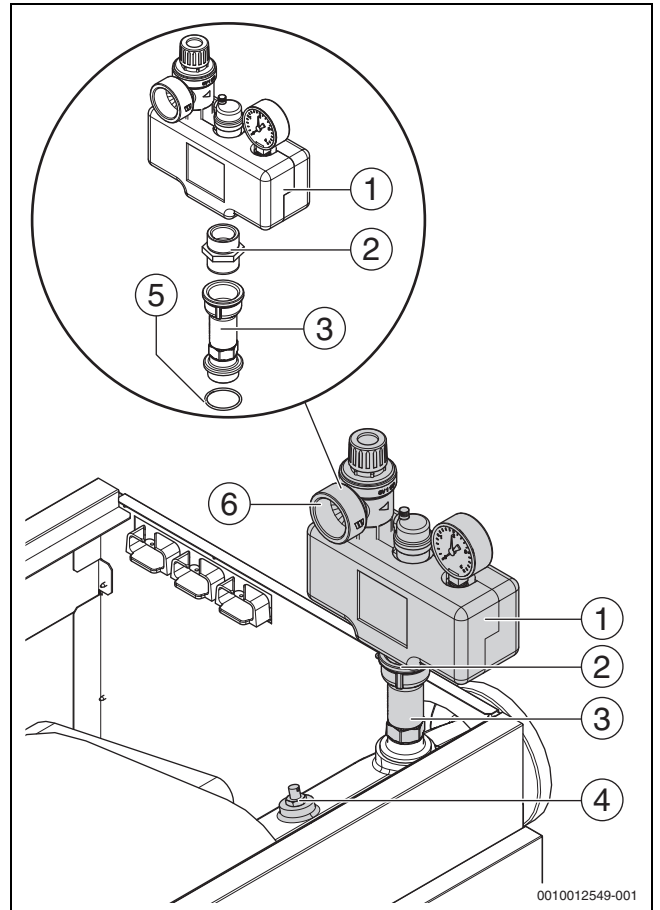

Bild 17 Sicherheits-Set 3 bar (Dargestellt: Kesselauflaufbau rechts)
- ▶ Sicherheitsventil am Gewindeanschluss des Kesselvorlaufs mit geeignetem Dichtmittel beziehungsweise den mitgelieferten Dichtungen eindichten (→Bild 17).